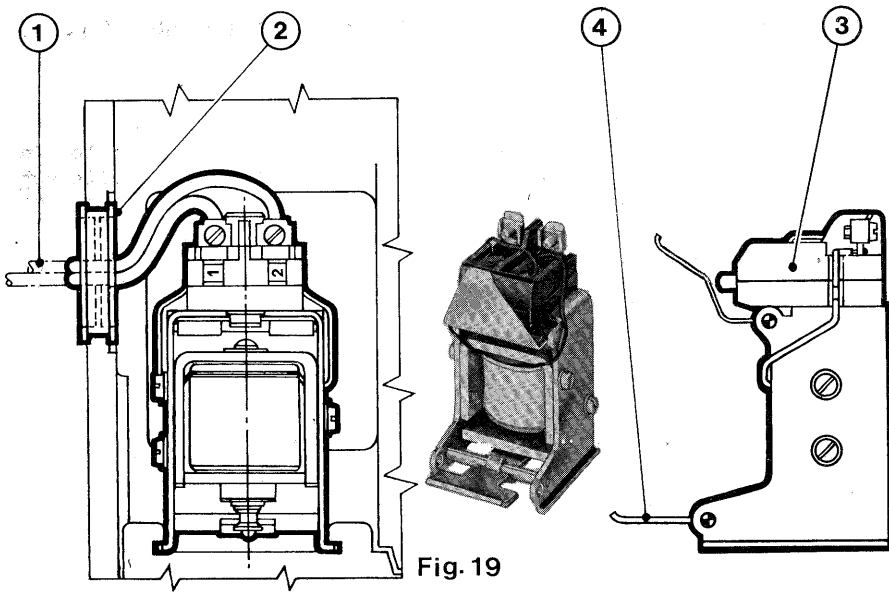

Fig. 19
9.1. Sganciatore di apertura (fig. 19)
- c) infilare i cavetti (1) nel passacavi (2) e collegarli ai morsetti del microinterruttore (3) dal lato del capocorda
- d) rompere il diaframma per l'uscita cavetti sulla fiancata sinistra del coperchio dell'interruttore e inserirvi il passacavi (2)
- a bobina eccitata l'interruttore si deve aprire interrompendo il circuito elettrico di alimentazione dello sganciatore tramite il microinterruttore di fine corsa (3).